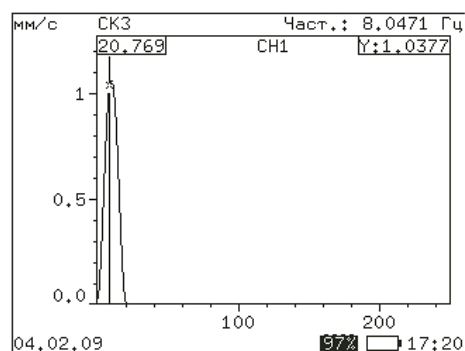

Рис. 9. Результат измерения для одноканальной точки
- результаты вычислений в графическом виде («30 сек. показ: Спектр») (Рис. 9),